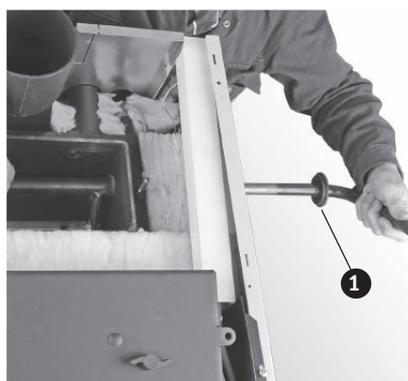
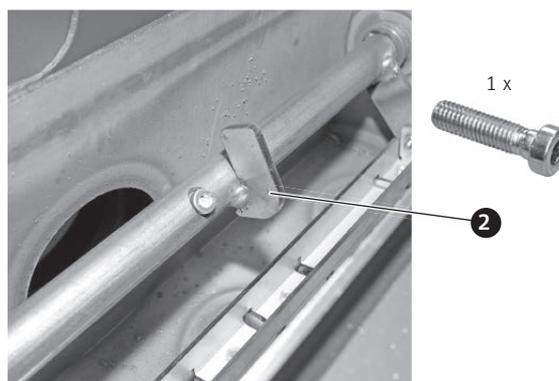

Fig. 67 Dégager l'orifice prédécoupé, engager le levier de nettoyage de la surface d'échange dans l'ouverture
Fig. 68 Enfoncer le levier dans l'axe et le fixer à l'aide d'une vis (seulement engagée)
- Monter le levier de nettoyage des surfaces d'échange sur le côté gauche ou droit, en fonction des possibilités d'accès. Dégager l'orifice prédécoupé, insérer le levier dans l'ouverture de la paroi latérale (Fig. 67) et l'enfoncer vers l'intérieur dans l'axe (la butée doit être orientée vers le haut – Fig. 68) du dispositif de nettoyage des surfaces d'échange, puis le fixer à l'aide d'une vis cylindrique à six pans creux M8x30 (seulement engagée) – Fig. 68. Enfoncer la douille dans le revêtement – Fig. 67.